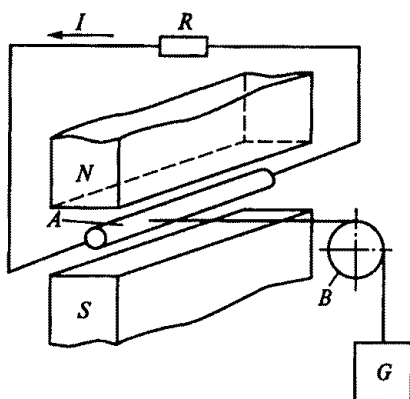

Рис. 56
2.31.Р. На рис. 56 изображена схема модели генератора, в которой проводник A длиной 0,5 м находится в однородном магнитном поле с индукцией $B = 1$ Тл. С помощью гибкой нити и